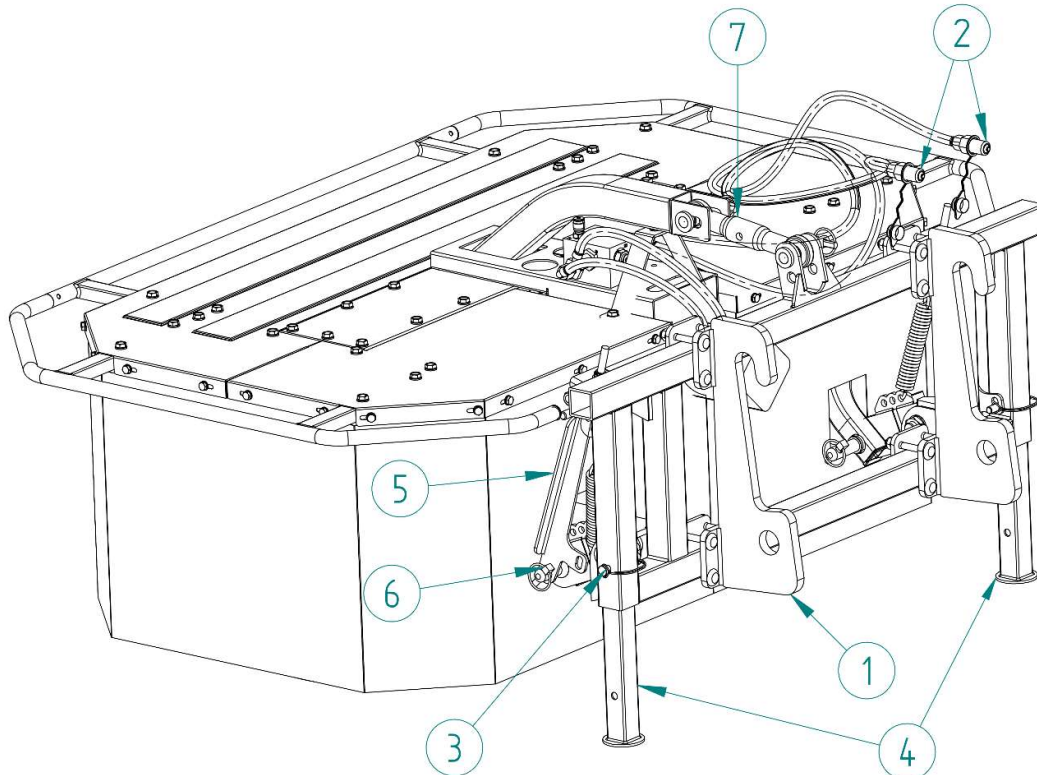

Abbildung 8 Anhängervorrichtungen an einem hydraulisch angetriebenen Mähwerk
- 1) Aggregieren Sie das Mähwerk über das gewählte Anbaugerät (1) an das Fahrzeug.
- 2) Heben Sie die Maschine so an, dass die Bolzen (3) frei herausgezogen werden können, ziehen Sie die vorstehenden Stützfüße (4) ein und befestigen Sie sie wieder.
- 3) Senken Sie das Mähwerk auf die Gleitscheiben ab, ziehen Sie den Stopfen (6) heraus und ändern Sie dann die Einstellung der Transportsicherung (5) von der Transportstellung (Abb. 8) in die Arbeitsstellung (Abb. 9). Die Betriebsstellung wird durch einen Splint (3) gesichert.
- 4) Schließen Sie die Hydraulikleitungen (2) an den Lader/Schlepper an.